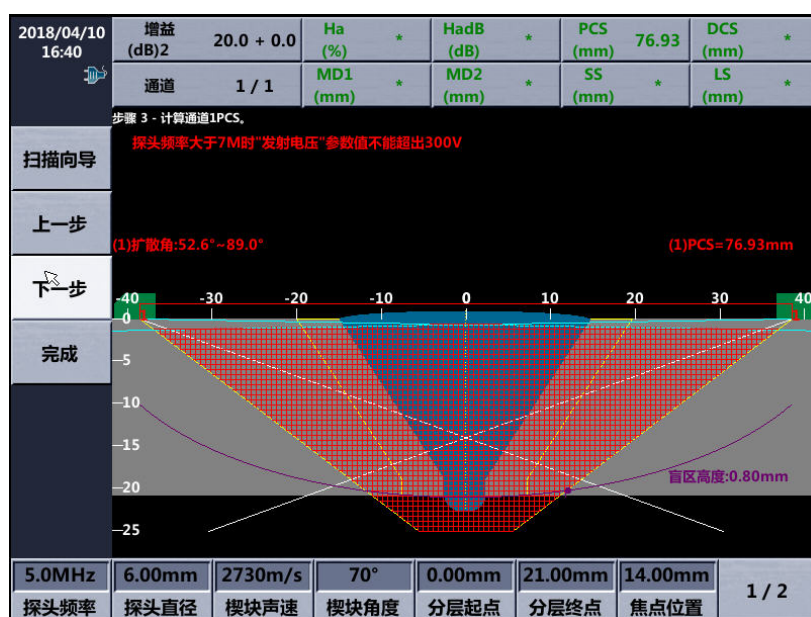

图 3-2 计算 PCS 值
- 3) “计算 PCS”, 如图 3-2 所示。根据工件及工艺要求, 设置探头、楔块等参数。仪器根据设置, 模拟声束覆盖情况, 计算理论检测盲区, 辅助用户制定检测工艺。